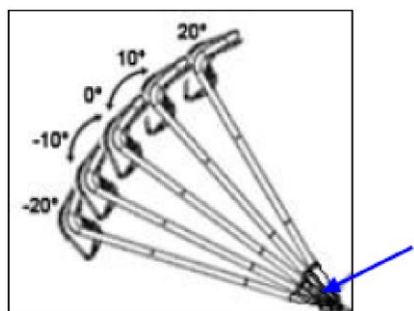

Fig.3
- B) l'angle de réglage du centrage engrenage de poignée supérieure .Rote pour atteindre un angle approprié dans la plage de -20° à 20° comme représenté sur la figure 3;